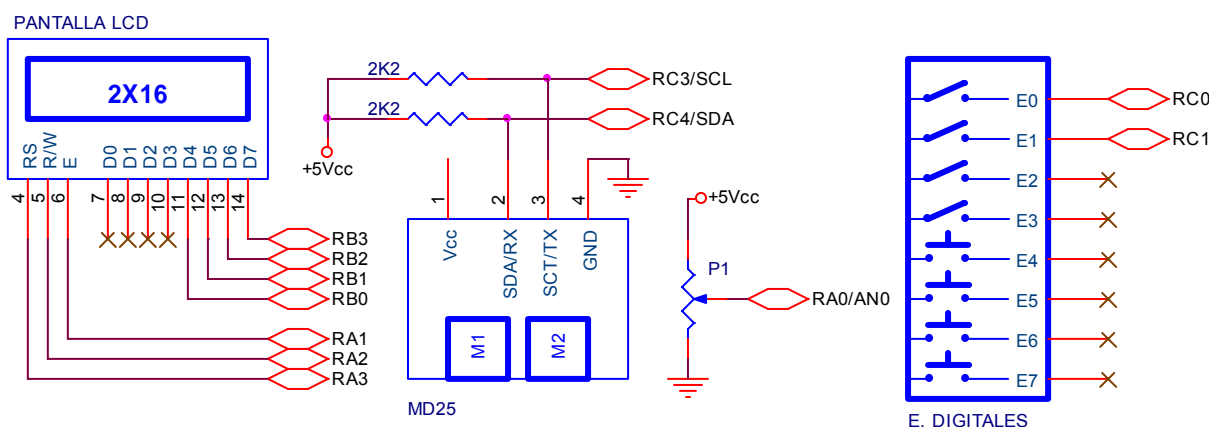

Figura 16. Esquema de montaje para el ejemplo 6
Se muestra en la figura 16. La pantalla LCD y el driver MD25 se conecta como en los ejemplos anteriores. Mediante el potenciómetro P1 del laboratorio, conectado a RA0/AN0, se regulará la velocidad a la que se realizará el movimiento y, mediante los interruptores E1 y E0 conectados con RC1 y RC0, se selecciona el tipo de movimiento a realizar: Adelante (00), Atrás (01), Derecha (10) e Izquierda (11).